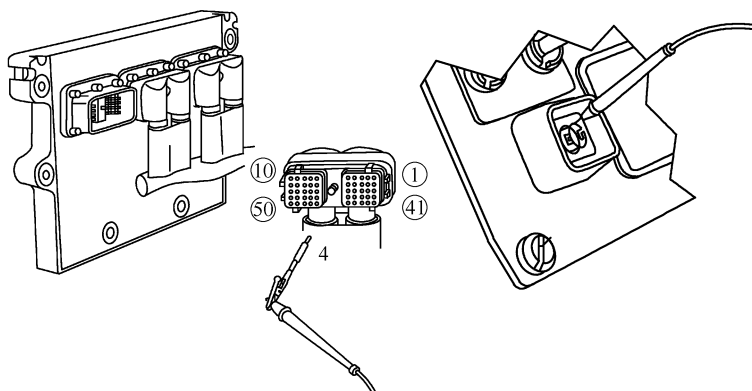

图 3-66 测量 ECM 端口上 OEM 线束插头触针 4 与 ICNTM 指示灯座回路之间的电阻
① 断开钥匙开关。
② 检查 5A 熔丝是否安装正确且未熔断。未熔断且安装正确为合格。若安装不合格，应正确安装；若已熔断，更换新熔丝。
① 断开钥匙开关，从 ECM 上断开 OEM 线束插头，从灯座上拆下 ICONTM 指示灯灯泡。
② 测量 ECM 端口上 OEM 线束插头触针 4 与 ICONTM 指示灯座回路之间的电阻(图 3-66)，应小于 10Ω 。若不合格，维修或更换 OEM 线束。